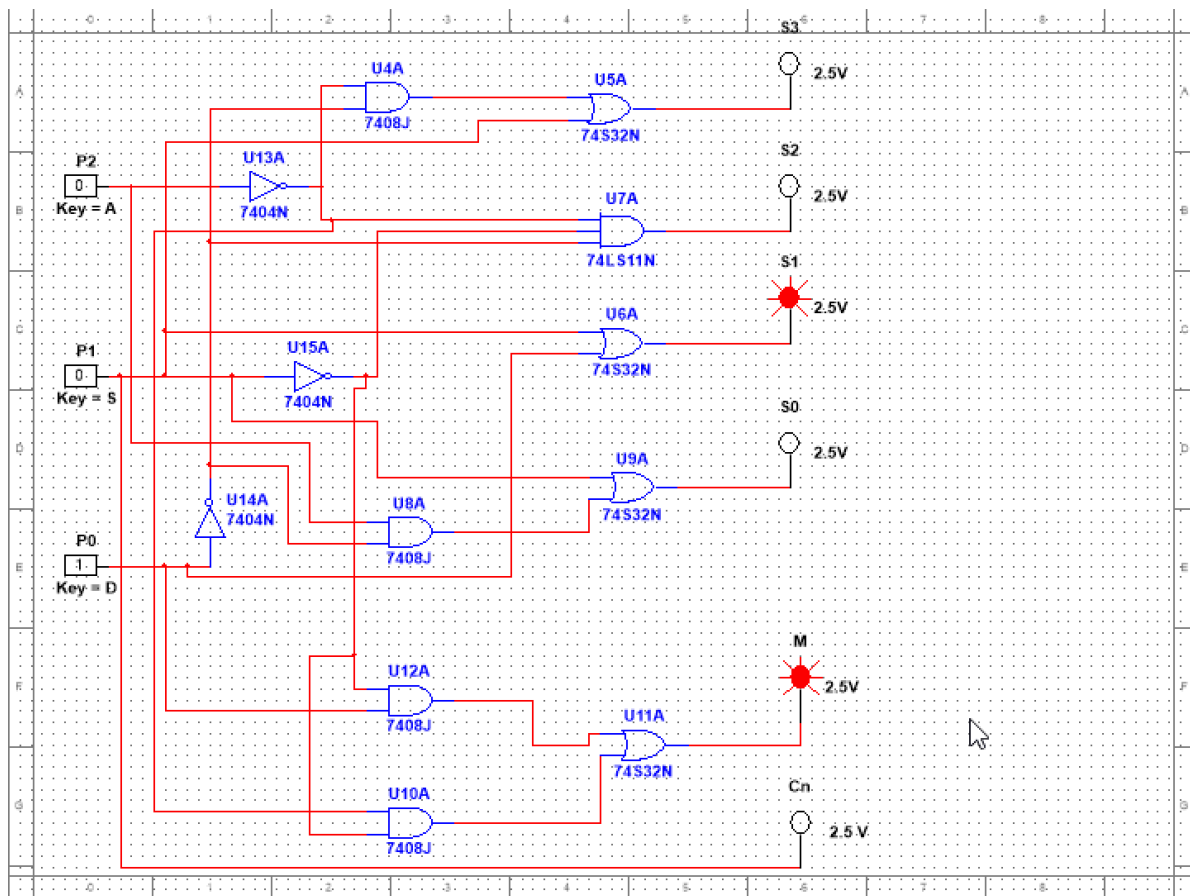

Figura 4. Prueba 2 del sistema de control
- **Prueba 2** (Figura 4): $(P2, P1, P0) = (0, 0, 1) \rightarrow (S3, S2, S1, S0, M, Cn) = (0, 0, 1, 0, 1, 0)$